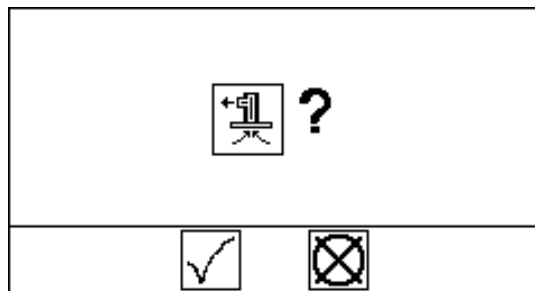

FIG. 21: Vullen - Bevestiging
5. Druk op de knop Pomp vullen . Op het display verschijnt de vraag of de gebruiker het gevraagde wil bevestigen. Zie FIG. 21. Selecteer  om met het vullen te starten.